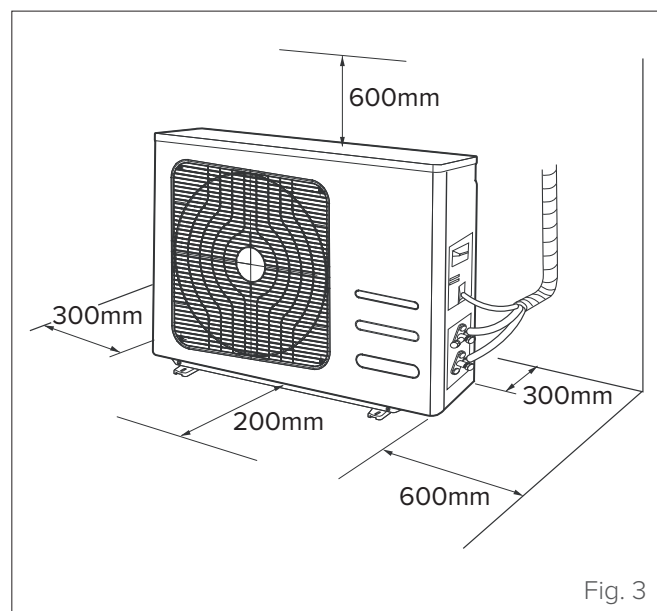

Fig. 3
- l'espace disponible pour l'installation doit répondre aux exigences indiquées (voir "Fig. 3" »)